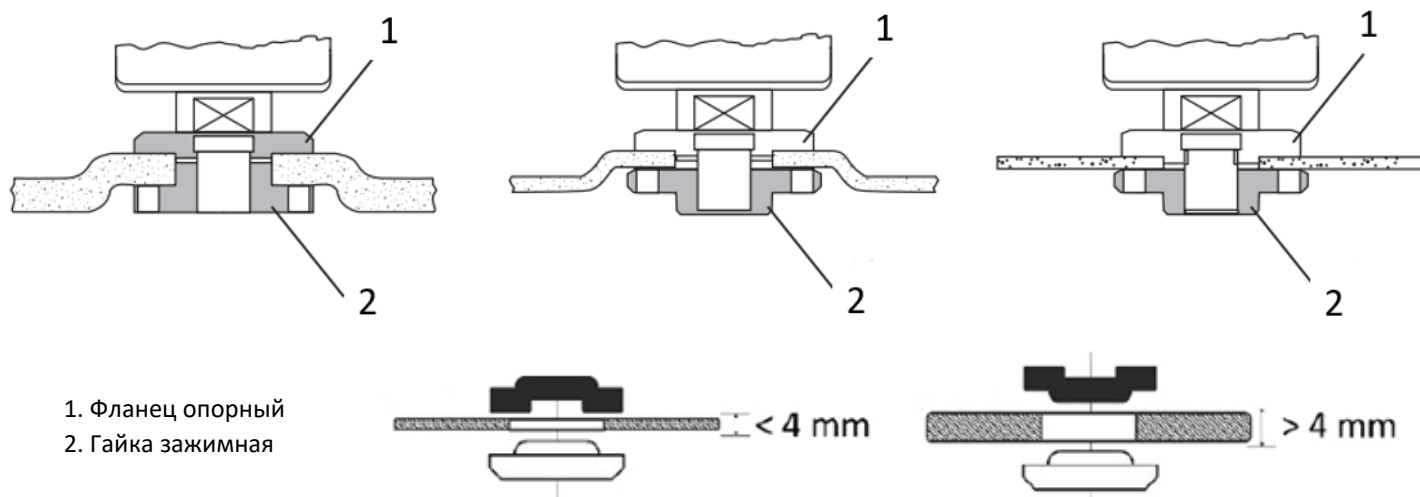

Рис. 7
Для установки дисков и кругов свыше 4 мм устанавливайте зажимную гайку стороной Б. Зажимную гайку следует устанавливать выбранной стороной к диску или кругу (Рис. 7). При установке чашечных и дисковых щеток: оснастка навинчивается по часовой стрелке на резьбовую часть шпинделя до упора в фланец и фиксируется специальным ключом, опорный фланец при этом должен быть установлен на шпинделе инструмента, зажимная гайка не используется.
- Если вы устанавливаете шлифовальный диск с утопленным центром, то выпуклость диска должна быть направлена в сторону опорного фланца (Рис. 7).